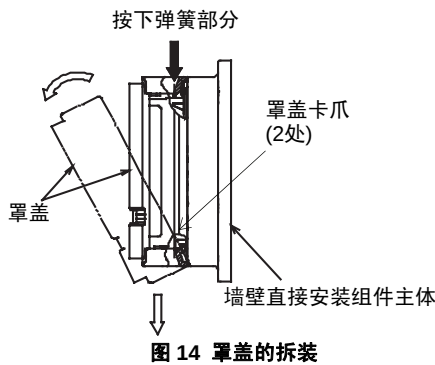
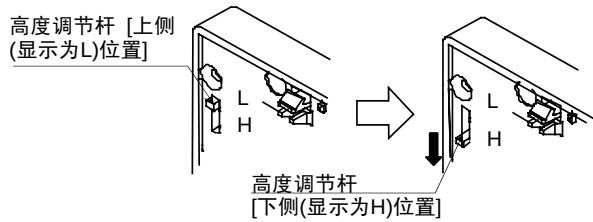

图 14 罩盖的拆装
图 17
- (4) 将主体罩盖取下(参照图14)后, 用主体的4颗附属螺丝(M3、L=16)将主体单元安装到墙壁直接安装组件主体上。此时, 将主体单元左右两侧的高度调节杆的位置(参照图17)设定成上侧(L位置), 然后进行安装。
- (5) 将罩盖嵌入到主体单元上。到此, 安装操作结束(参照图14)。
- (4) 去掉主体的罩盖(参照图14)，用主体的4颗附属螺丝(M3、L=16)将主体单元安装到墙壁直接安装组件主体上。此时，将主体单元左右两侧的高度调节杆的位置(参照图17)设定成上侧(L位置)，然后进行安装。
- (5) 将罩盖嵌入到主体单元上。到此，安装操作结束(参照图14)。
- (5) 将主体罩盖取下(参照图14)后，用主体的4颗附属螺丝(M3、L=16)将主体单元安装到隔热板(Thermoplate)安装组件上。
- 此时，将主体单元左右两侧的高度调节杆的位置(参照图17)设定成上侧(L位置)，然后进行安装。
- (6) 将罩盖嵌入到主体单元上。到此，安装操作结束(参照图14)。
- (1) 将多功能隔热箱(Multi-Thermocase)安装组件主体安装在多功能隔热箱(Multi-Thermocase)的设备安装底板上。
- (2) 将主体单元的输出导线与外部接线(负载侧)进行连接。
- (3) 取下主体罩盖(参照图14)，将主体单元左右两侧的高度调节杆的位置设定成下侧(H位置)后，用4颗附属螺丝(M3、L=16)将主体单元安装在多功能隔热箱(Multi-Thermocase)安装组件上。另外，在将主体向多功能隔热箱(Multi-Thermocase)上安装时，需要去掉主体的罩盖。